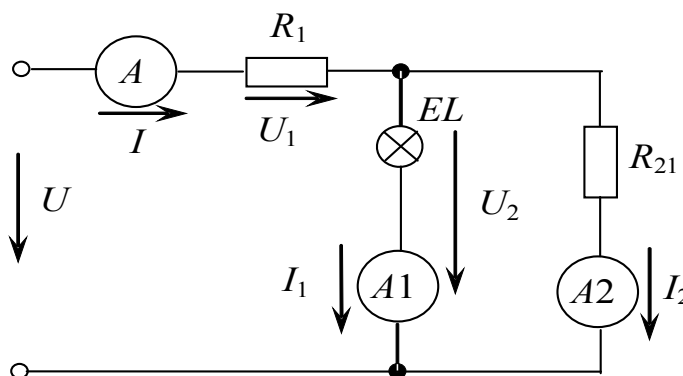

Рис. 4
8. Для заданного преподавателем значения одного из параметров цепи (табл. 4) графически определить остальные значения расчетных токов и напряжений цепи (рис. 4) при значениях сопротивлений $R_1 = 100 \text{ Ом}$, $R_2 = 100 \text{ Ом}$.
9. Проверить расчеты опытным путем. Для этого собрать схему (рис. 4), выбрав амперметры с соответствующими пределами измерений. Измерять напряжение с помощью цифрового вольтметра В7-38. Результаты занести в табл. 4.